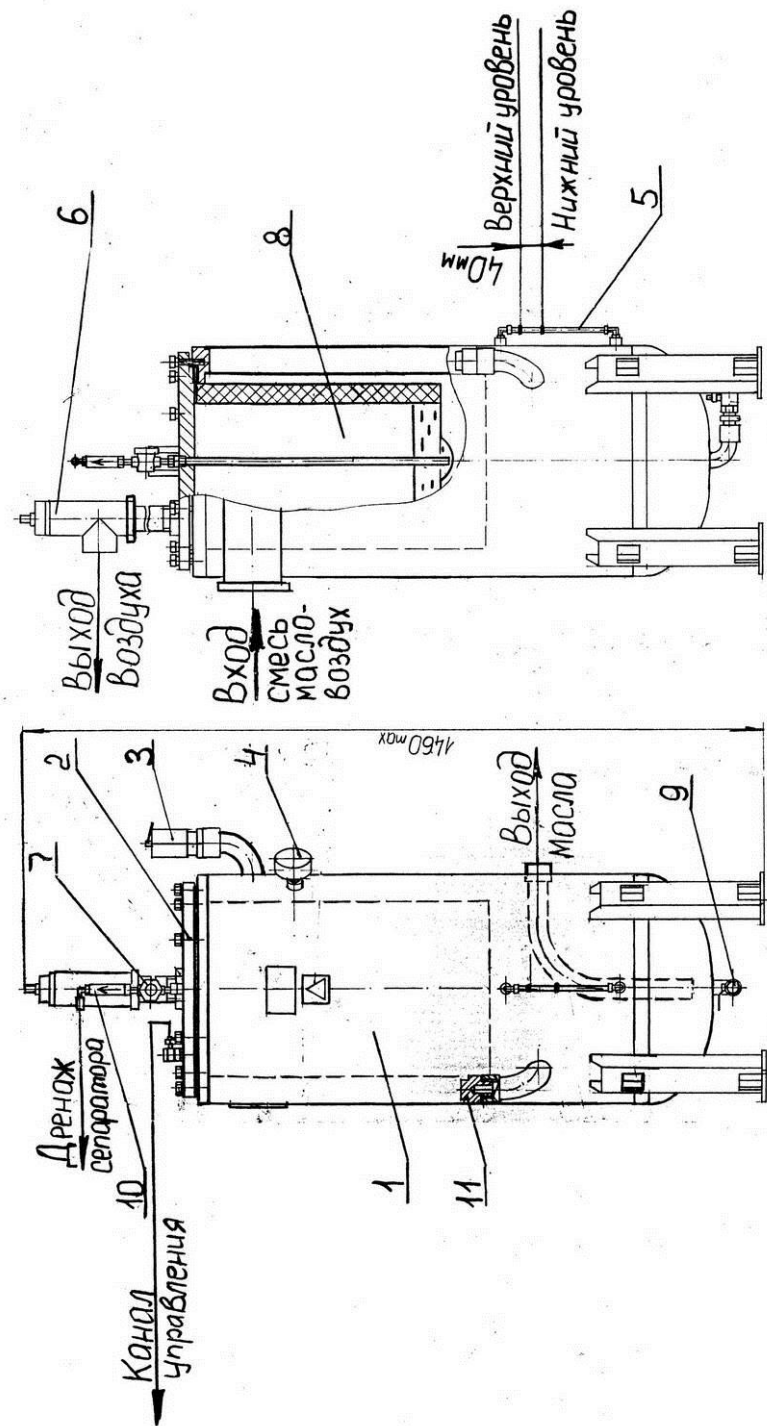

Рисунок 6. Маслоотделитель.
4.1.3. Маслоотделитель установки (рис.6) – стальной сварной сосуд, предназначен для разделения масловоздушной смеси, поступающей из винтового блока и обеспечения непрерывности поступления масла в винтовой блок.
На крышке маслоотделителя установлен клапан минимального давления (рис.6).